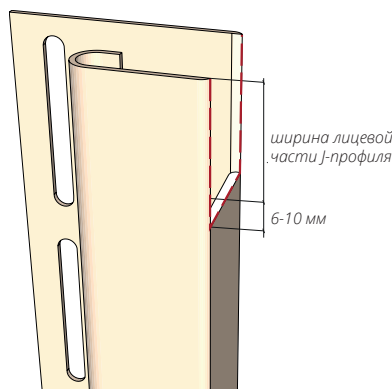
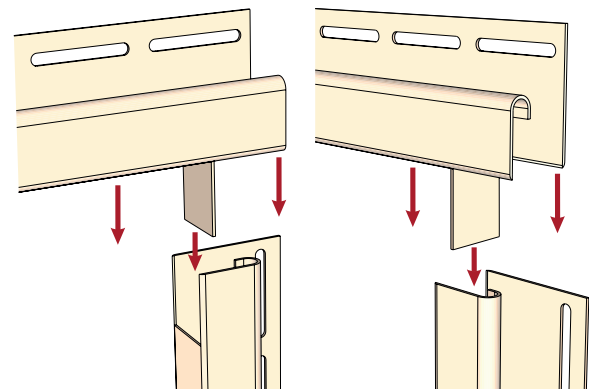

Рисунок 41
Рисунок 42
- 14.5** J-профиль монтируемый в нижней части соединения необходимо подрезать согласно рис. 41. Смонтируйте J-профиля согласно рис. 42, соблюдая общие правила монтажа.